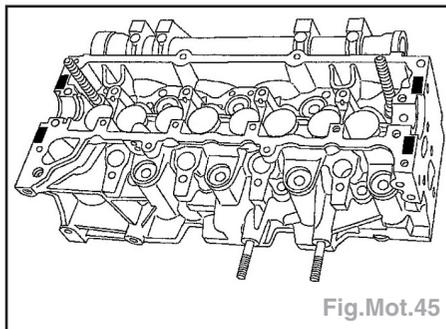

Fig.Mot.45
- Appliquer sur le plan de joint supérieur de culasse au niveau des surfaces d'appui des chapeaux de paliers d'arbre à cames **n° 1** et **6**, quatre cordons de pâte d'étanchéité appropriée (par exemple **Loctite 518 rouge**) d'une largeur de **1 mm** (Fig.Mot.45).